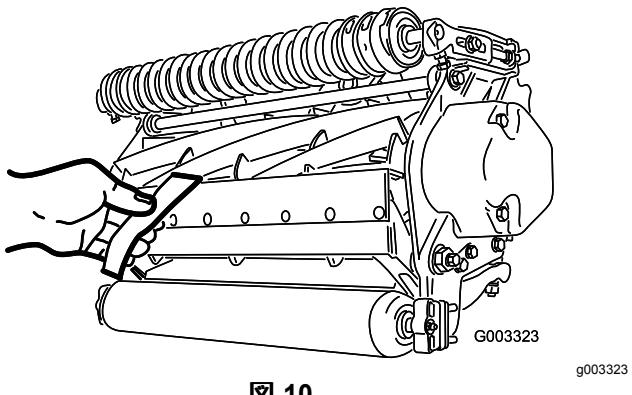

図 10
2. 切れ味確認用のペーパー Toro P/N 125-5610を一枚、リールと下刃との間に、下刃に対して直角になるように差し入れて、カッティングユニットの切れ味をテストする図 10。ゆっくりとリールを回転させるこれで紙が切れれば合格である。